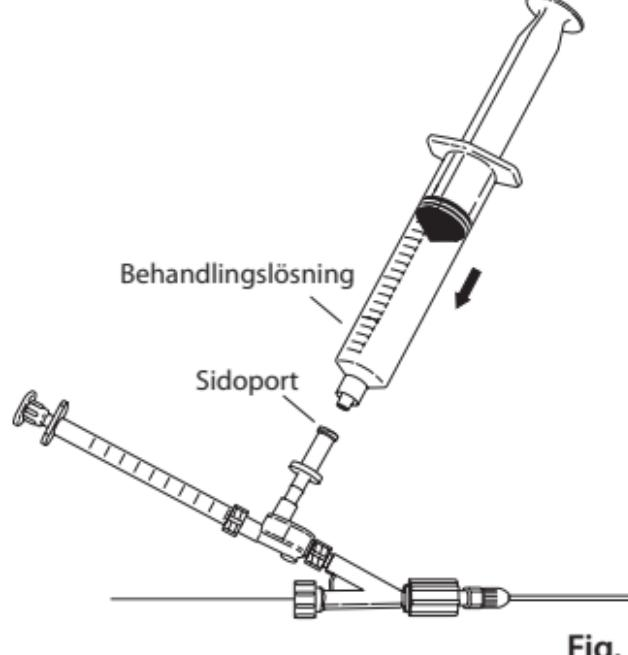

Fig. 7
9. För att starta processen för önskad administrering av behandlingslösning, avlägsna 20 mL-sprutan med hepariniserad koksaltlösning och lämna en konvex bubbla av lösning i sidoportskopplingen. Innan en annan vätskefyld spruta ansluts till sidoporten måste det kontrolleras att den är helt tömd på luftbubblor. Återanslut en spruta fylld med behandlingslösning. (**Fig. 7**)